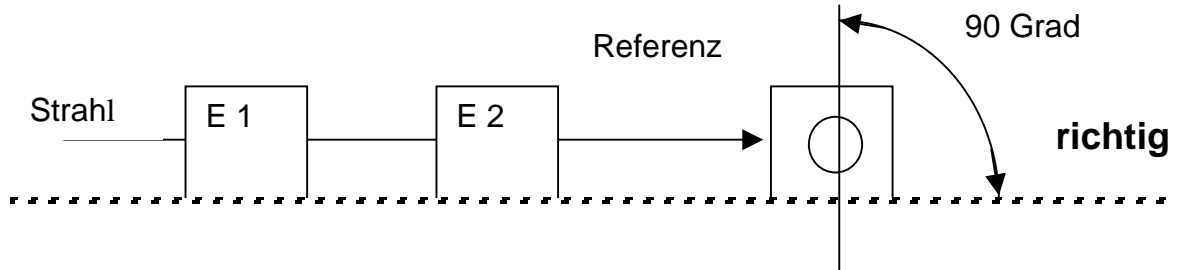

Bild 4
4. Damit ist nun sichergestellt, dass die Prismenebene parallel zur Referenz-Achsen-Ebene ist (*Bild 4*).
Hier wird die Referenz-Ebene dargestellt: in *Bild 4* stimmen die Referenz- und Prismen-ebene überein (sie sind parallel).